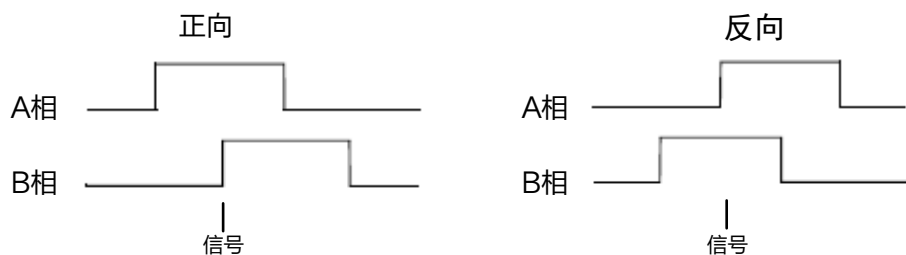

图8-6 1 Tick 处理逻辑
不同型号线阵相机处理逻辑有所不同。2K 线阵相机在一个源信号中输出一个信号，如图8-6所示。4K 和 8K 线阵相机在一个源信号中输出四个信号，如图8-8所示。
3. (可选) MV-CL021-40GM/MV-CL022-40GC 型号线阵相机可通过 *Encoder Trigger Frequency* 参数选择在一个源信号中输出几个信号，可选 1 Tick、2 Ticks、4 Ticks，对应处理逻辑如图8-6、图8-7、图8-8所示。